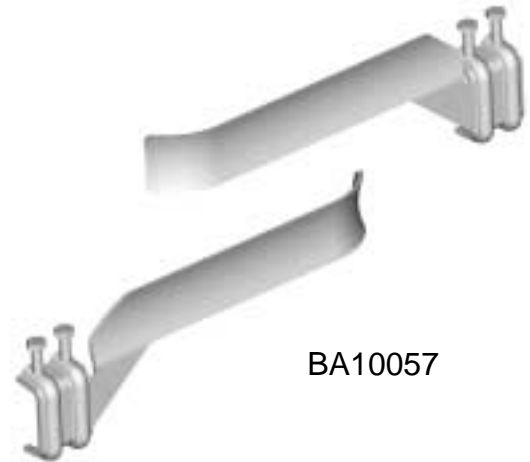

Fig. 7
Um den Lauf des mobilen Teils zu beenden, müssen zwei Nocken an den Enden der Zahnstange positioniert werden (Abb. 7).
- 1 - **Nachdem Sie die Endschalternocken auf der Zahnstange positioniert haben, (Abb.7 Seite4),** stellen Sie Dip1 auf ON. Die LED DL5 fängt an, zu blinken.